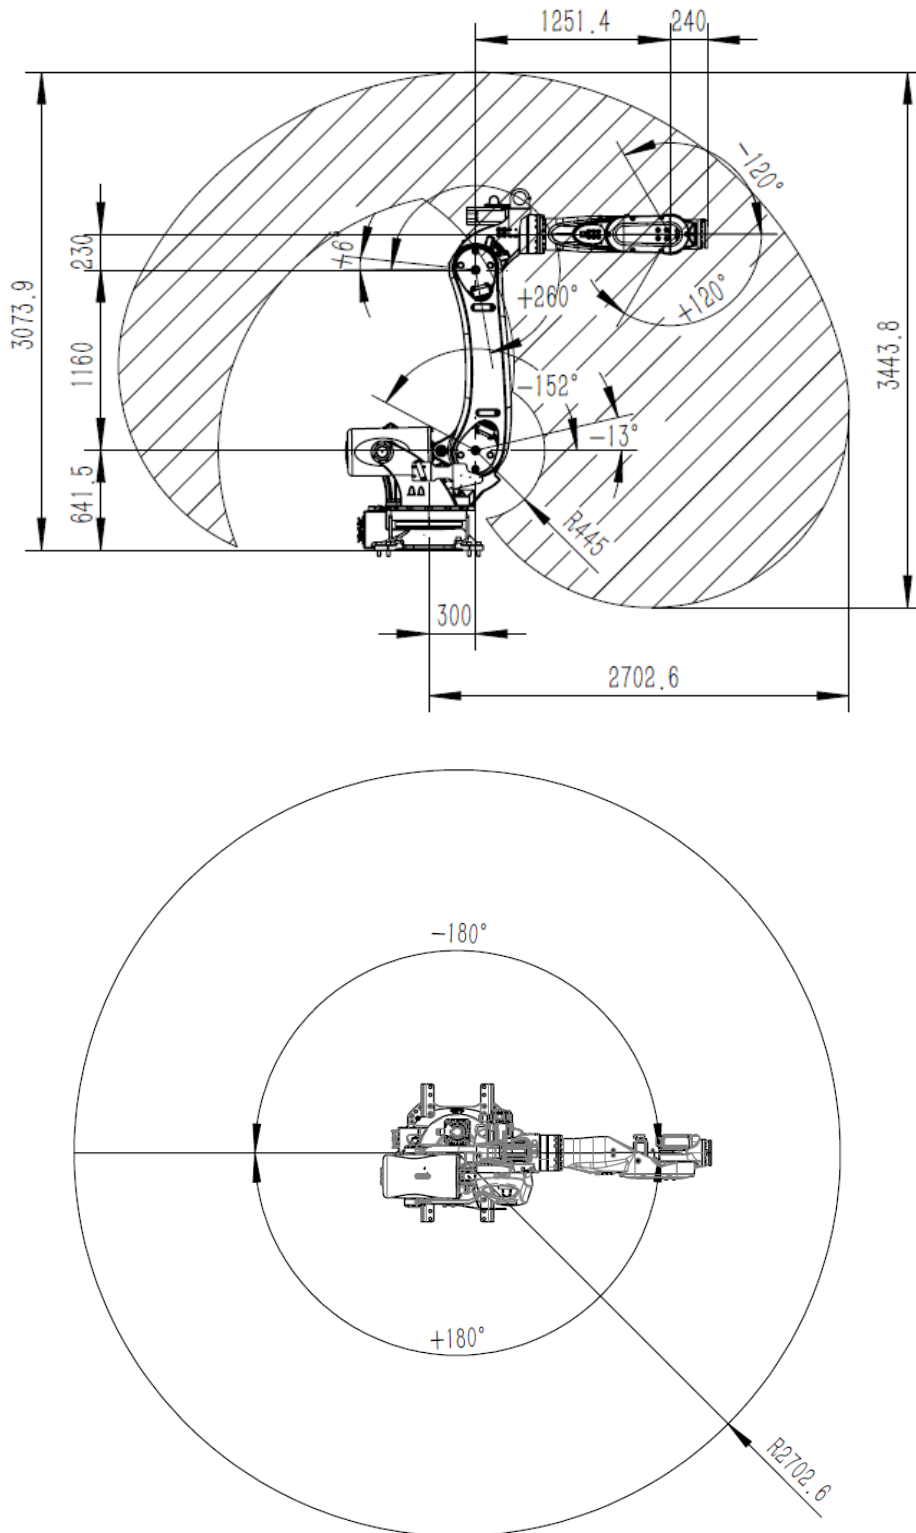
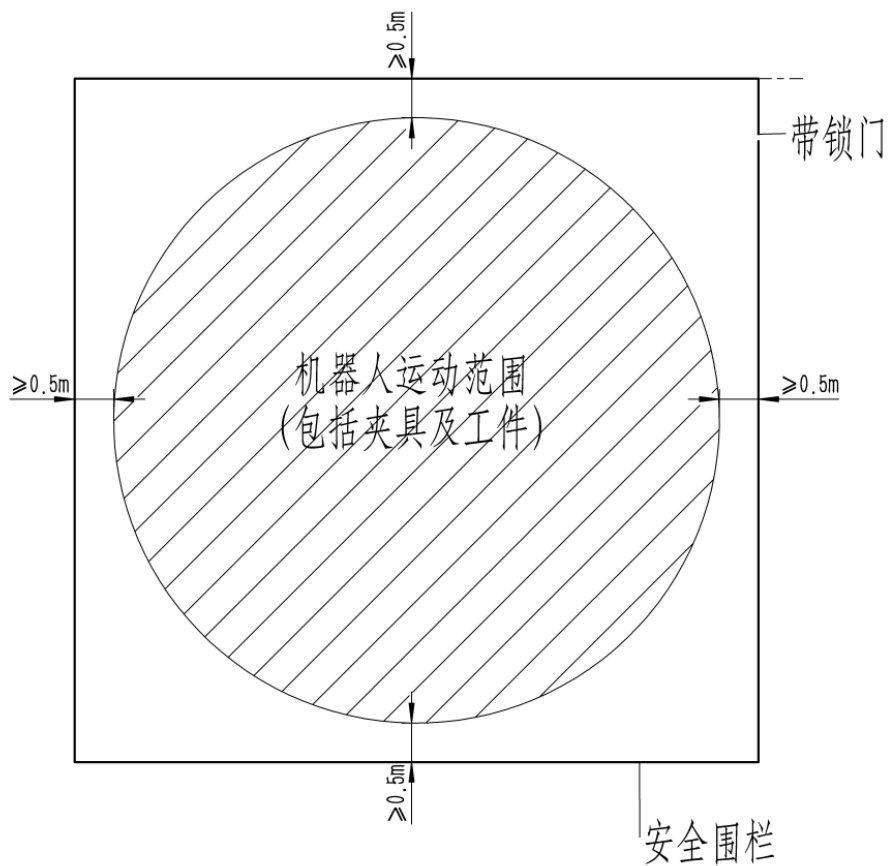

图 2.7 HSR-JR6210-2700 机器人工作空间
图 2.11 安全围栏示意图
- 3) 安全围栏范围可参考如图 2.11，机器人运动范围参考图 2.7，夹具及工件根据客户实际情况。